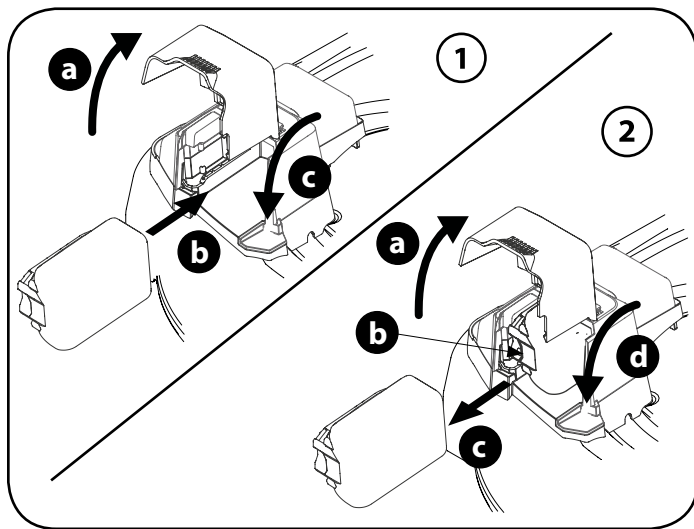
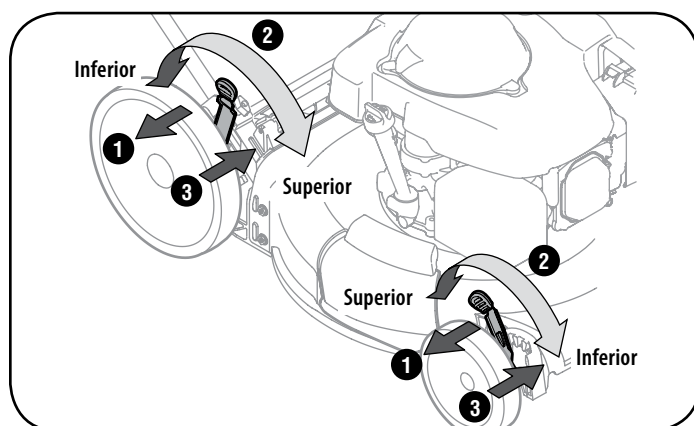

Figura 12
Figura 13
1. Para instalar el paquete de baterías realice lo siguiente. Vea la Figura 12.
2. Para retirar la batería realice lo siguiente. Vea la Figura 12.
La rueda de ajuste está ubicada en el alojamiento de la manija de control de transmisión y se utiliza para ajustar o aflojar la correa de transmisión. Deberá ajustar el control de transmisión si la podadora no se autopropulsa con el control de transmisión enganchado o si las ruedas de la podadora vacilan con el control de transmisión enganchado. Si ocurre alguna de estas condiciones, rote la rueda de ajuste en sentido de las agujas del reloj para ajustar el cable o en sentido contrario a las agujas del reloj para aflojar el cable. Vea la Figura 12 o Figura 13.